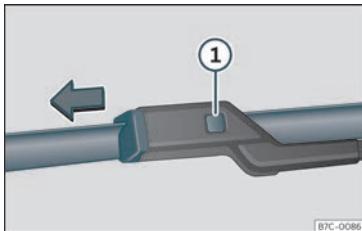

Fig. 41 Substituição das escovas do limpador para-brisas.
- Mantenha pressionado o botão de desbloqueio » » Fig. 41 ❶ puxando ligeiramente pela escova no sentido da seta.